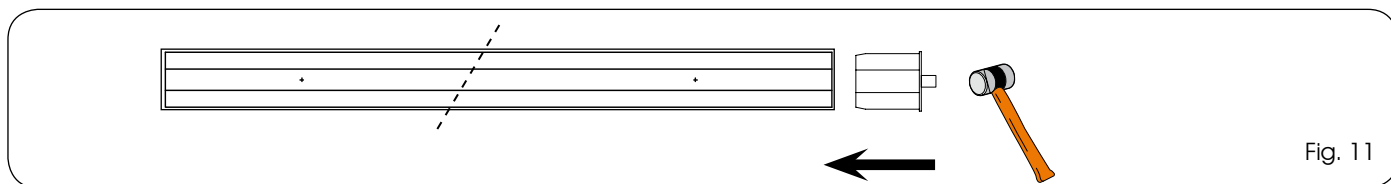

Fig. 11
Monter la calotte (Fig.1 réf.⑤) directement sur le rouleau fixe (Fig.1 réf.③). Voir figure 11